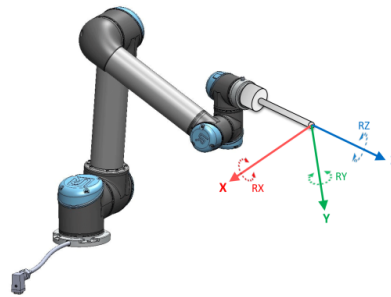

Figure 16.2: ツール (TCP) のフィーチャー
- ツールフィーチャーは現在の TCP 中心を起点に位置します (図 16.2 参照)